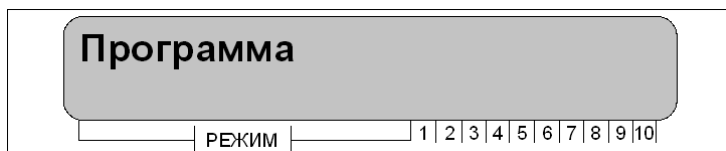

Рисунок 19 – Пункт меню «Программа»
- нажатием клавиши «ВПЕРЕД» необходимо выбрать пункт меню «Программа», рисунок 19;